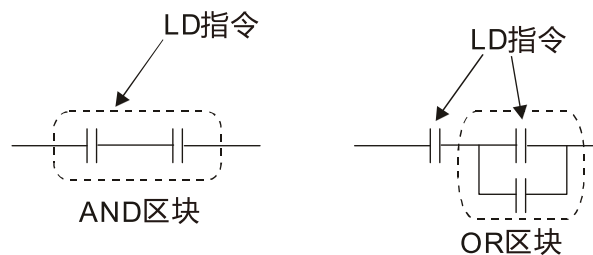

图 16-30
3. **LD (LDI) 命令**：一区块的起始给予 LD 或 LDI 的命令。如下图 16-30 所示：